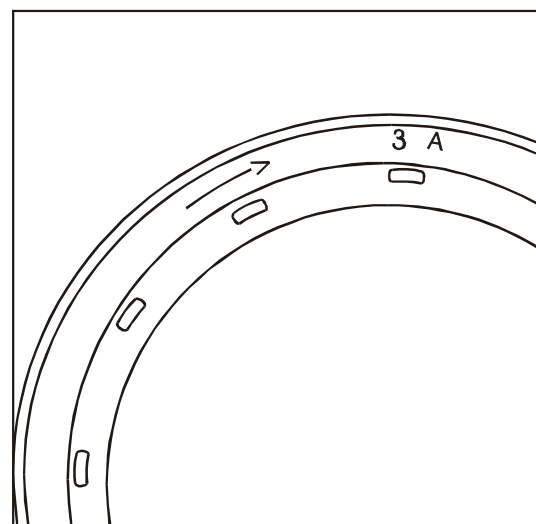

FIG 26
24. Remova a ferramenta nº 81 30 415 e monte o vedador na tampa com a ferramenta nº 81 30 416, junto com o parafuso de fixação da polia da árvore de manivelas, **Fig. 26**.
NOTA: LUBRIFIQUE A PARTE INTERNA DO VEDADOR ANTES DA MONTAGEM E MONTE-O COM A SETA, **FIG. 26**, NO SENTIDO DE ROTAÇÃO DO MOTOR.